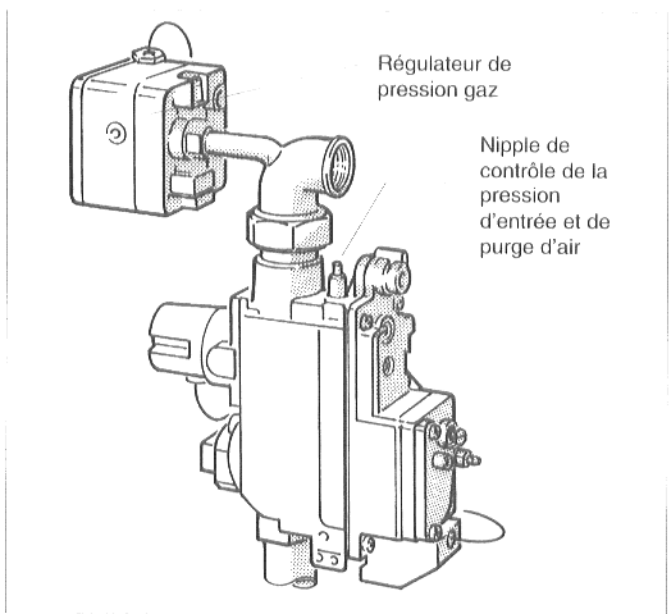

Fig. 22
- Vérifier que le régulateur de pression est réglé sur la position gaz naturel (position N = "gaz naturel") (fig. 22).
- Dévisser de deux tours la vis de fermeture du nippel de contrôle de la pression d'entrée de la rampe à gaz (fig. 22).